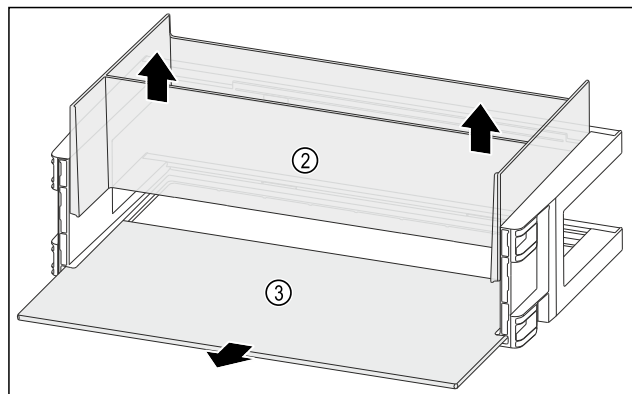

Fig. 115
- Odoberte organizátor Fig. 115 (2) nahor.
- Odoberte odkladaciu plochu Fig. 115 (3).